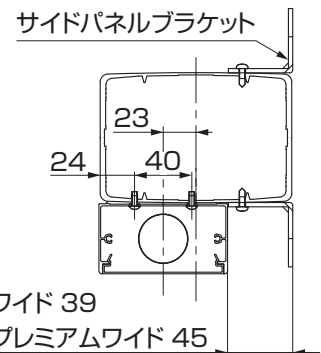

図 1-3 サイドパネル使用時 (2台用)
- サイドパネル使用時の場合は、竖樋カバーを柱の中央から23mmずらした位置に取付けてください。(図1-3参照)